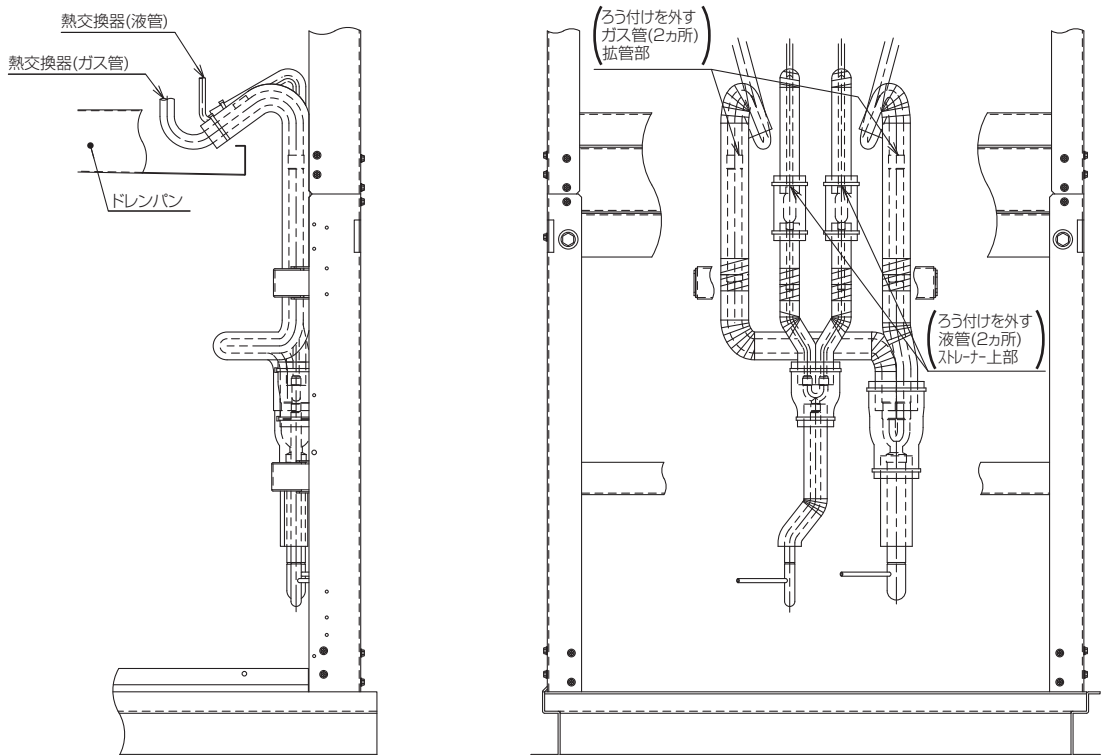

図4
- (3) ドレンホース、配管のろう付け部の取外し
- ・配管に巻いているパイプカバーをトーチの炎が当たらない位置まで剥がしてください。図4、5で指示している位置でろう付け部を外してください。
- (4) ユニット本体の分割